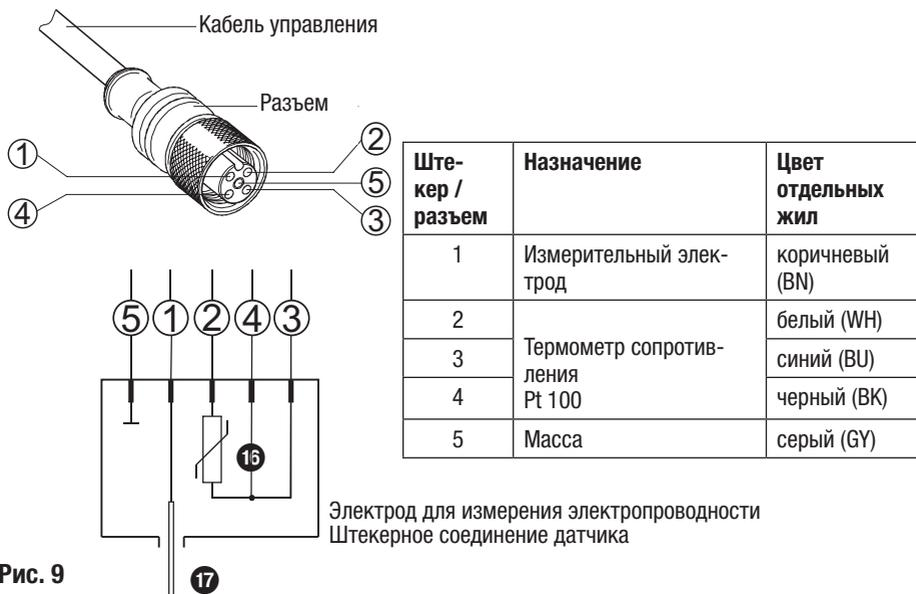

Рис. 9
Электрод измерения электропроводности LRG 16-9 оснащен штекерным соединением датчика М 12, 5 контактов, А-кодирование, назначение на **рис. 9**. Для подключения электрода имеется предварительно оконцованный экранированный кабель управления, например, LiYCY 5 x 0,5 мм². Кроме того, подсоедините со стороны электрода экранированный разъем к кабелю управления.
- Если используется кабель управления без предварительного оконцевания, необходимо подключить к соединительному кабелю экранированный разъем согласно схеме подключений на **рис. 9**. Соблюдайте требования инструкции по монтажу изготовителя разъема.